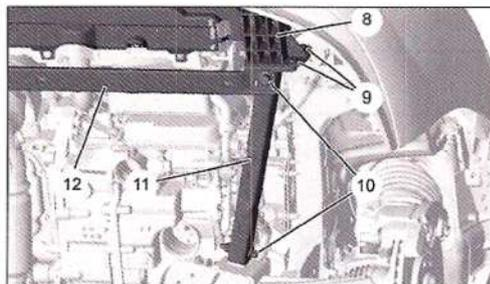

FIG. 14
- Los tornillos (9) y (10), en ambos lados (Fig.14).